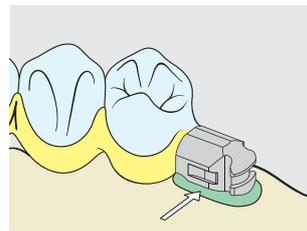

Fig. 6
**Hinweis:** Damit der funktionelle Teil der Matrize nicht beschädigt wird, sollte die Transferachse (Best.-Nr. 07000042) zum Schutz montiert werden. Die zu klebenden Oberflächen mit dem Dampfstrahler gründlich reinigen und nicht mehr berühren. Vor dem Einkleben der Matrize die Innenseite der Matrize mittels Applikation von etwas Vaseline vor eindringendem Klebstoff schützen. Matrize montieren und Unterschnitte mit Wachs ausblocken (Fig. 6). Den Klebstoff auf beide zu klebenden Flächen blasenfrei in dünner Schicht auftragen und zusammenfügen. Weitere Angaben sind der Arbeitsanleitung des Klebstoffherstellers zu entnehmen.
Wir empfehlen, zur Erhöhung des Haltes im Prothesenkunststoff, vor dem Einpolymerisieren die Aussenfläche mit  $50\mu\text{m}$   $\text{Al}_2\text{O}_3$  zu strahlen (funktionelle Anteile mit Transferachse schützen!), die gestrahlte Fläche gut zu reinigen und nicht mehr zu berühren. Vor dem Einbau in den Prothesenkörper die Innenseite der Matrize mittels Applikation von Vaseline vor eindringendem Kunststoff schützen. Matrize aufsetzen und Unterschnitte mit Wachs ausblocken (Fig. 6). Kunststoffarbeit danach nach den bekannten zahntechnischen Richtlinien durchführen.